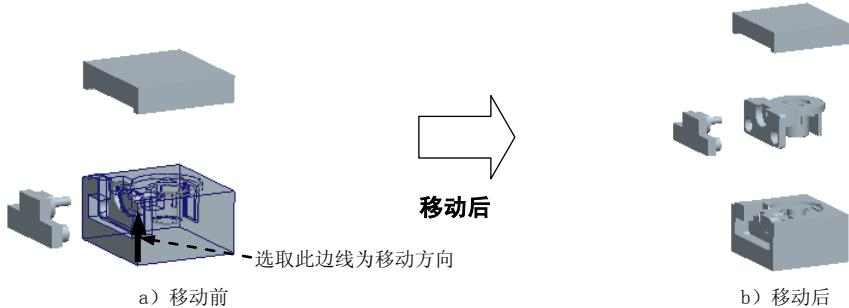

图 14.38 移动下模
Step4. 开模步骤 3: 移动下模。输入要移动的距离值-30, 结果如图 14.38 所示。